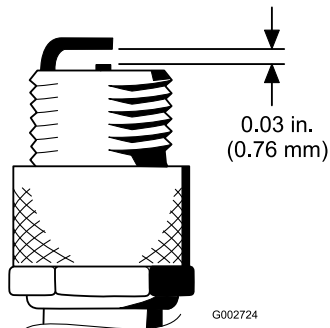

Figure 28
- Réglez l'écartement entre les électrodes centrale et latérale à 0,76 mm (0,030 po); voir Figure 28. Montez la bougie avec l'écartement correct et un joint d'étanchéité, et serrez-la à 23 N·m (200 po-lb). À défaut de clé dynamométrique, serrez fermement la bougie à la main.